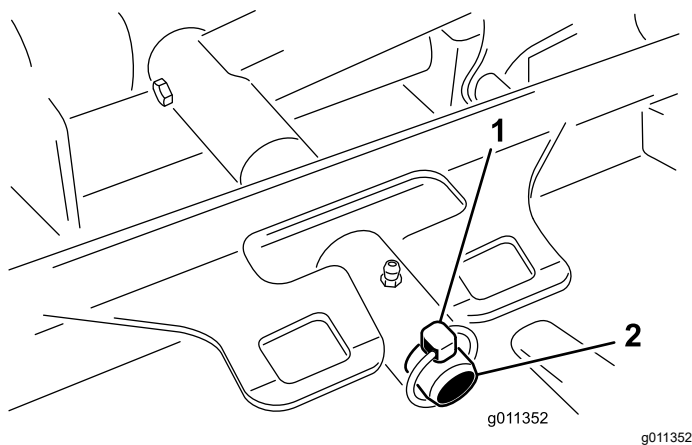

Figura 119
3. Retire o pino de sujeição (para máquinas Groundsmaster 4500) ou porca de bloqueio (para máquinas Groundsmater 4700) que fixa a estrutura de suporte da unidade de corte ao pino da articulação do braço de elevação (Figura 119).
2. Deslize a estrutura de suporte da unidade de corte até que esta fique sobre o pino da articulação do braço de elevação (Figura 119). Prenda a unidade de corte ao pino com o pino de sujeição (para máquinas Groundsmaster 4500) ou a porca de retenção (para máquinas Groundsmaster 4700).